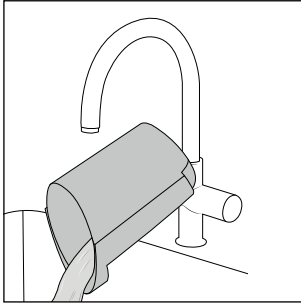

Abb. 22
- ◆ Schütten Sie das Schmutzwasser und den Schmutz aus (siehe Abb. 22).